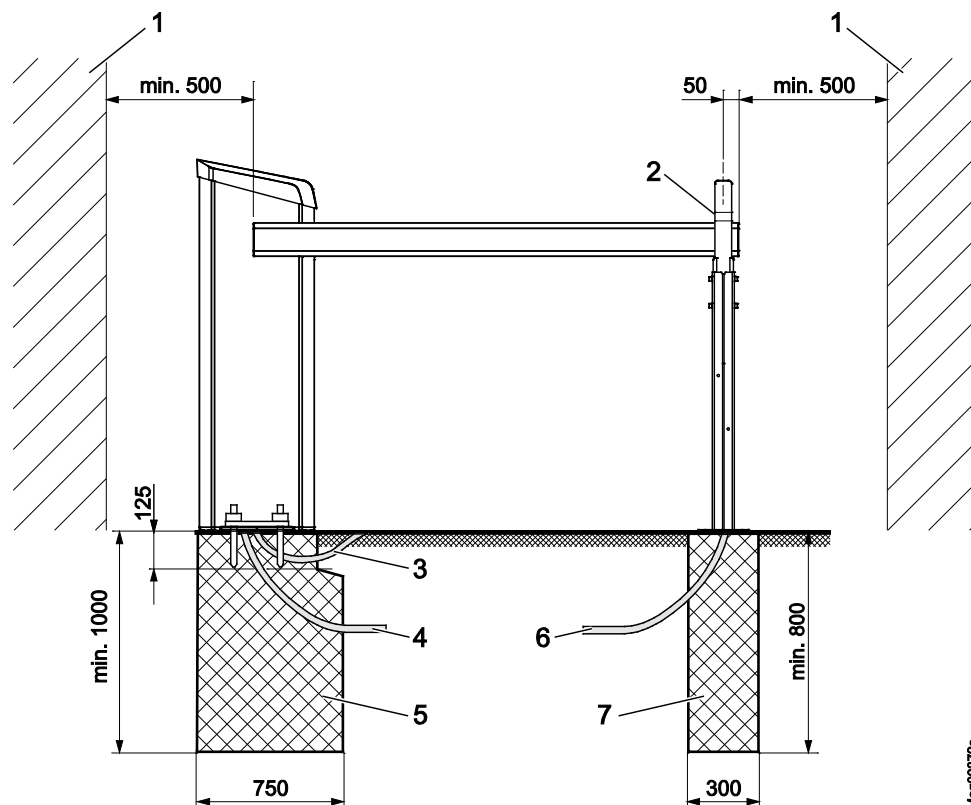

Рис. 11: Монтаж шлагбаумной установки (размеры в мм)
<p>Опасность заземления и порезов при несоблюдении необходимого безопасного расстояния между стрелой шлагбаума и другими объектами!</p> <p>Закрывающаяся или открывающаяся стрела шлагбаума при несоблюдении безопасного расстояния между стрелой шлагбаума и другими объектами может привести к тяжелым заземлениям или повреждениям!</p> <p>Поэтому:</p> <ul style="list-style-type: none"> – между стрелой шлагбаума и другими объектами, например, стенами или домами необходимо соблюдать безопасное расстояние не менее 500 мм. → См. стр. 29, пункт 2.7. – Смонтировать и подключить шлагбаумную установку согласно Рис. 11.
- между стрелой шлагбаума и другими объектами, например, стенами или домами необходимо соблюдать безопасное расстояние не менее 500 мм. → См. стр. 53, Рис. 11.
→ См. стр. 53, Рис. 11 и стр. 55, Рис. 12.
1. Сделать отверстие в фундаменте согласно Рис. 11 и Рис. 12.
→ См. стр. 53, Рис. 11 и стр. 58 Рис. 15.
1. Сделать отверстие в фундаменте согласно Рис. 11 и Рис. 15.